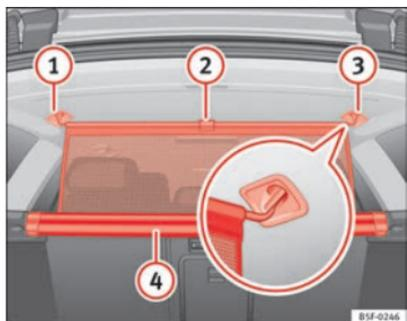

Fig. 98 Dans le coffre à bagages : fixation du filet de séparation
- Tirez la languette → fig. 98 (2) vers le haut pour sortir le filet du boîtier (4).
- Attachez le filet de séparation au côté droit (3) (image élargie).
- Attachez le filet de séparation dans le logement du côté gauche (1) en étirant la tringle.